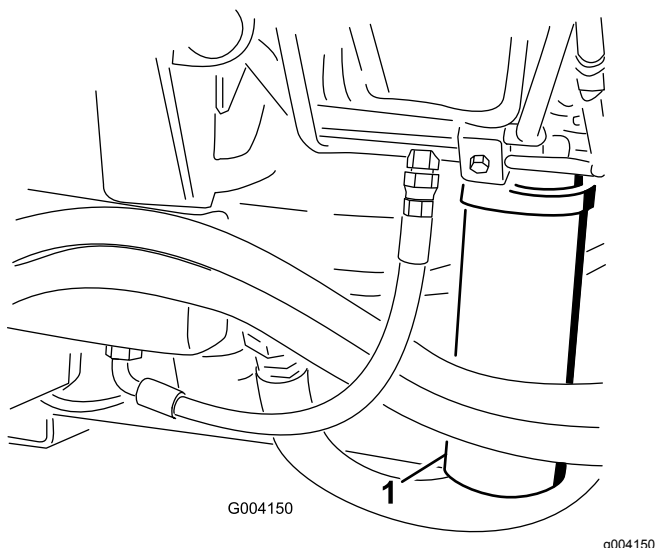

Figure 89
2. Nettoyez la surface autour de la zone de montage du filtre et placez un bac de vidange sous le filtre (Figure 88) et (Figure 89).